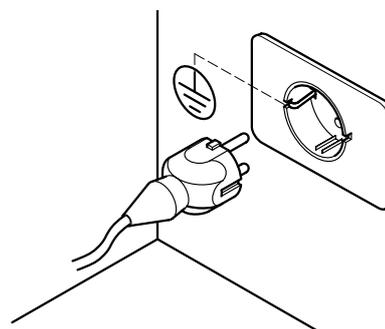

fig. 6.6.1
**Il est impératif que le circuit électrique soit pourvu d'une mise à la terre et d'un interrupteur différentiel conformément aux dispositions légales en vigueur (fig. 6.6.1).**